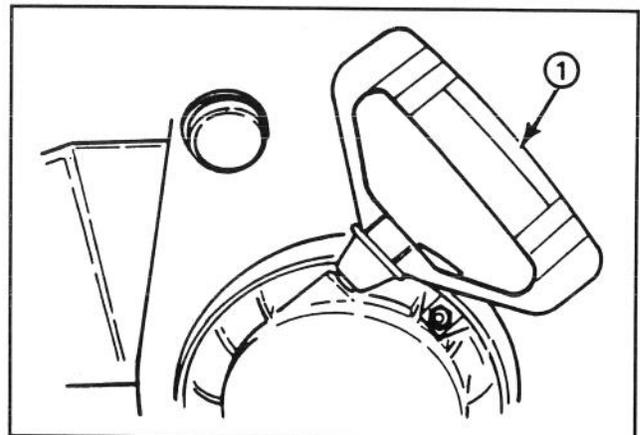

Abbildung 16
**Rücklaufstarter** (Abb. 16) – Der Rücklaufstarter befindet sich hinten am Motor und wird zum Starten des Motors herausgezogen.
7. Den Rücklaufstarter (Abb. 16) langsam so lange herausziehen, bis Widerstand spürbar ist; dann den Motor mit einem kräftigen Armzug herumwerfen. Den Startgriff festhalten und das Seil langsam zurückgleiten lassen.